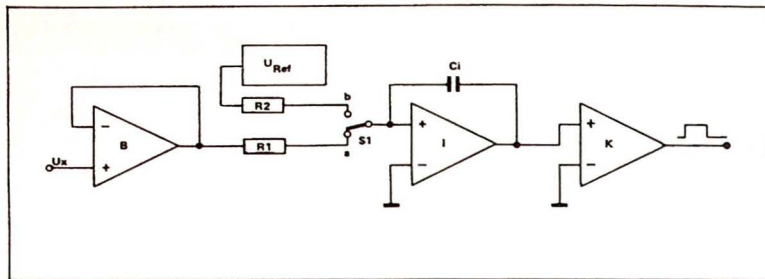

Bild 27. Blockschaltbild eines A/D-Wandlers nach dem Dual-Slope-Verfahren (Zweiflankenwandler). S1 ist selbstverständlich ein elektronischer Schalter.
Bei kommerziellen Meßgeräten wird der A/D-Wandler nach dem „Dual-Slope“-Verfahren wohl am meisten eingesetzt, es handelt sich dabei um einen „Zweiflanken-Umsetzer“, dessen Prinzip Bild 27 zeigt. Vor dem eigentlichen A/D-Wandler ist zumeist ein Pufferverstärker (B) angeordnet, der als Spannungsfollower
Diese Zeitdauer ist nun so aufzubereiten, daß sie als Torzeit für einen Frequenzzähler dienen kann, an dessen Eingang eine konstante Frequenz gelangt. Die Aufgabe des Torschaltens übernimmt der auf den Integrator I folgende Komparator K in Bild 27. Die Grafik Bild 28
Betrachten wir zunächst nur Teil A von Bild 28, dort ist im oberen Teil der Spannungsverlauf am Integrationskondensator dargestellt, im unteren Teil das Ausgangsverhalten des Komparators. Während der genau festgelegten Zeitdauer $t_{1...t_1}$ steigt die Spannung am Integrationskondensator auf den Betrag von U_x an, das ist die ansteigende Flanke in Bild 28A. Die Zeitdauer $t_{1...t_1}$ ist gleichzusetzen mit der Zeitdauer, während der der Schalter S1 (in Bild 27) in Stellung a steht. Im Zeitpunkt t_1 schaltet S1 in Stellung b um, der Integrationskondensator wird im Zeitraum $t_{1...t_2}$ auf Null entladen; die abfallende Flanke versinnbildlicht diesen Vorgang.